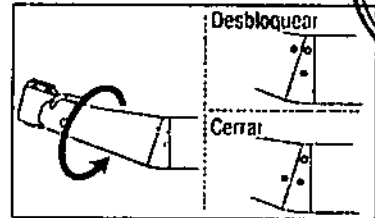

Fig. 11
10. Gire el cabezal en la dirección de la marca ● hasta que haga clic (las marcas están alineadas) (Fig. 11).
Durante el montaje de la pieza de mano en el motor, compruebe que la marca ● está alineada en la pieza de mano. (Fig.11)